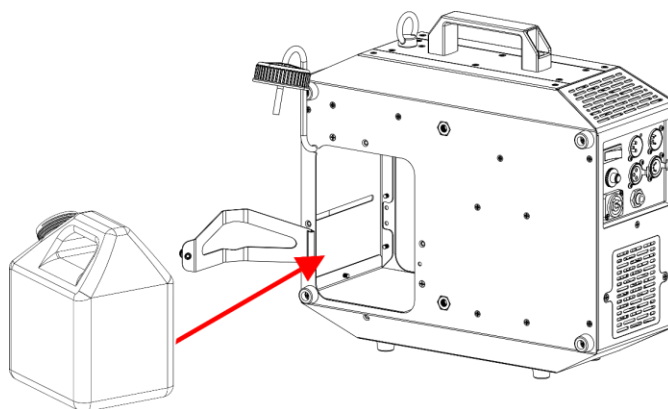

Fig. 21
- 16) Reinserire il **serbatoio del liquido (02)** nel dispositivo, come mostrato nella Fig. 21.